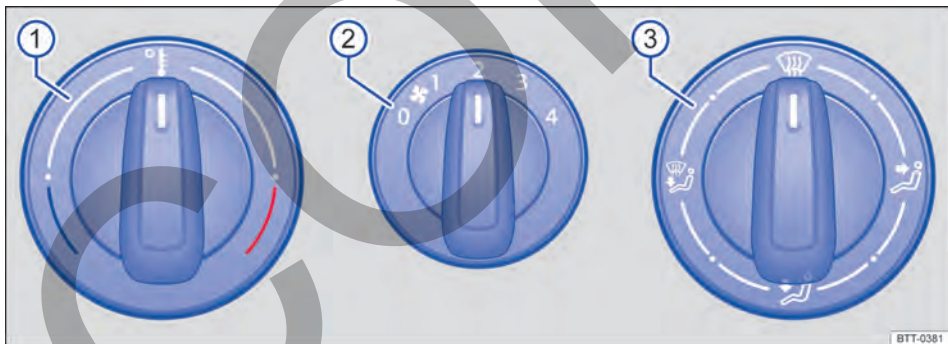
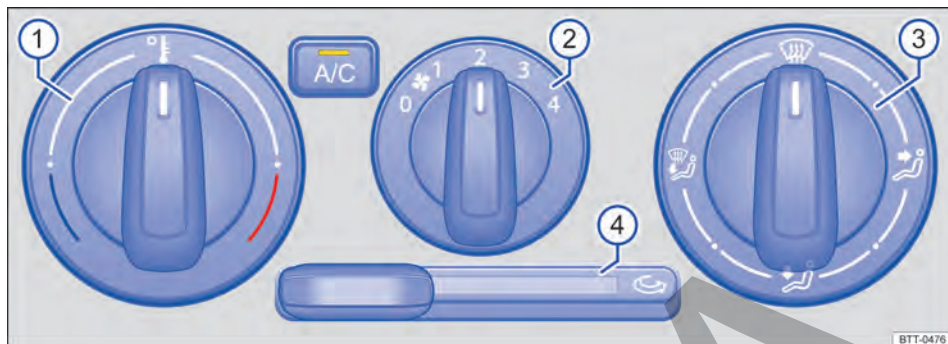

Fig. 70 En la consola central: comandos del sistema de ventilación y calefacción.
Fig. 71 En la consola central: mandos del aire acondicionado.
Tecla, regulador	Información complementaria del sistema de calefacción y ventilación → fig. 70 y aire acondicionado → fig. 71.
- En vehículos con sistema de calefacción, coloque el regulador de la temperatura → fig. 70 ❶ completamente hacia la derecha, a la posición máxima de calefacción.
- Coloque el regulador de la distribución del aire ❸ en la posición 🌀.
- Coloque la turbina ❷ en el nivel 3 o 4.
- Coloque el regulador de la distribución del aire → fig. 71 ❸ en la posición 🌀.
- Coloque el regulador de la temperatura ❶ en la posición deseada.
Encender: empujar el regulador corredizo → fig. 71 hacia la derecha hasta el tope.
Apagar: empujar el regulador corredizo → fig. 71 hacia la izquierda hasta el tope.